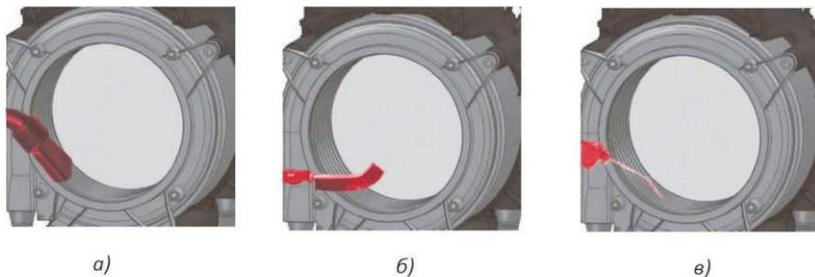

Рис. 18. Чистка камеры сгорания
1. Предварительно соберите мусор пылесосом с применением щелевой насадки (рисунок 18а);
запрещено применять щетку с металлическими щетинками (рисунок 18б).
3. Соберите пылесосом отложения, осыпавшиеся после работы щеткой (рисунок 18а);
4. Продуйте сжатым воздухом промежутки между спиральями теплообменника (рисунок 18в);
5. Удалите образовавшийся мусор пылесосом (рисунок 18а).